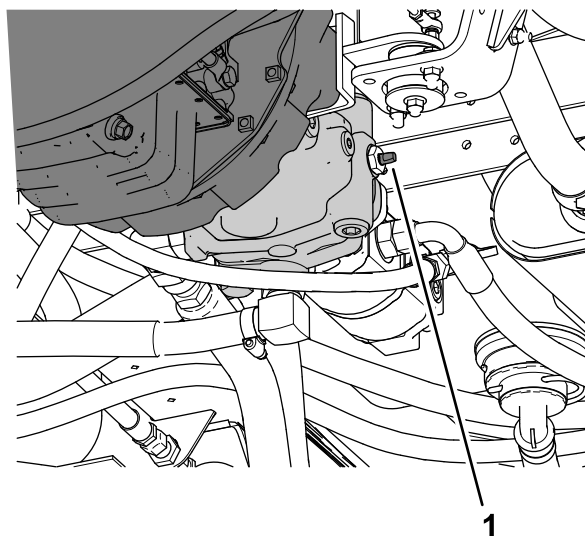

図 93
3. 牽引用バイパスバルブ 図 93 を左右どちらかに 90° 回転させるとバルブが開く。